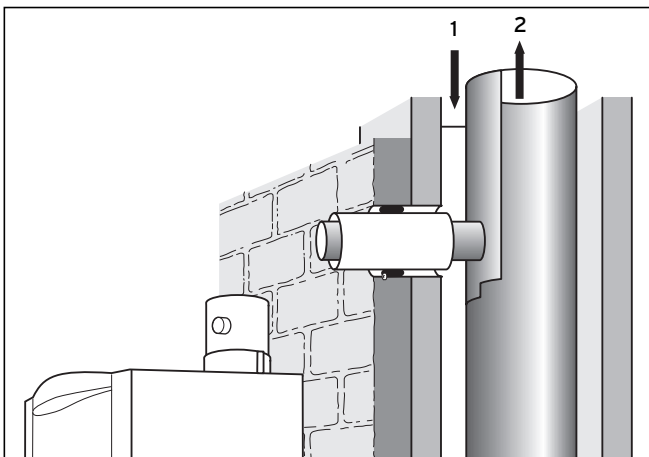

Abb. 4.7 Abgasrohr auf Länge kürzen und Luftrohr einsetzen
- Erstellen Sie am LAS einen Anschluss gemäß Abbildung 4.7.